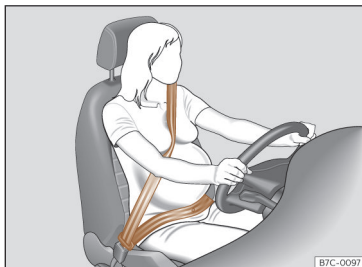

Fig. 12 Colocación de la banda del cinturón en el caso de mujeres embarazadas.
En el caso de **mujeres embarazadas**, el cinturón de seguridad debe pasar de forma uniforme sobre el pecho y lo más bajo posible por la zona pélvica con la banda plana para que no se presione el vientre; además, debe utilizarse durante todo el embarazo >>> fig. 12.
- En el caso de mujeres embarazadas, la banda abdominal del cinturón de seguridad debe pasar lo más bajo posible por delante de la zona pélvica, apoyado en plano y “rodeando” el vientre >>> fig. 12.